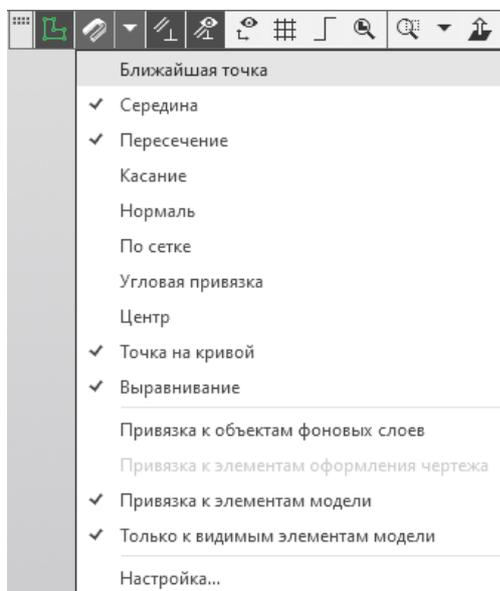

Рисунок 11.20 – Панель быстрого доступа
4. Когда мы получили сечение и сняли все необходимые размеры можно перейти к построению детали. После импорта сечения в Компас надо создать плоскость, которая будет совпадать с сечением (поэтому сечение лучше всегда делать по плоскостям координат). Для начала выбрать плоскость, параллельную сечению. В панели инструментов выбрать пункт “Смещенная плоскость” (В отделе “Вспомогательные объекты”), после чего нажать на выбранную ранее плоскость, и в параметрах указать расстояние (тот размер, который мы вводили в гоме, когда строили сечение (пункт 2.b.)). Наша построенная плоскость и сечение должны совпадать. Далее создаем эскиз на построенной плоскости. Наше сечение состоит из точек, чтобы элементы эскиза не привязывались к этим точкам необходимо в панели быстрого доступа в элементе «Привязки» убрать галочку с пункта «Ближайшая точка» (рисунок 11.20):